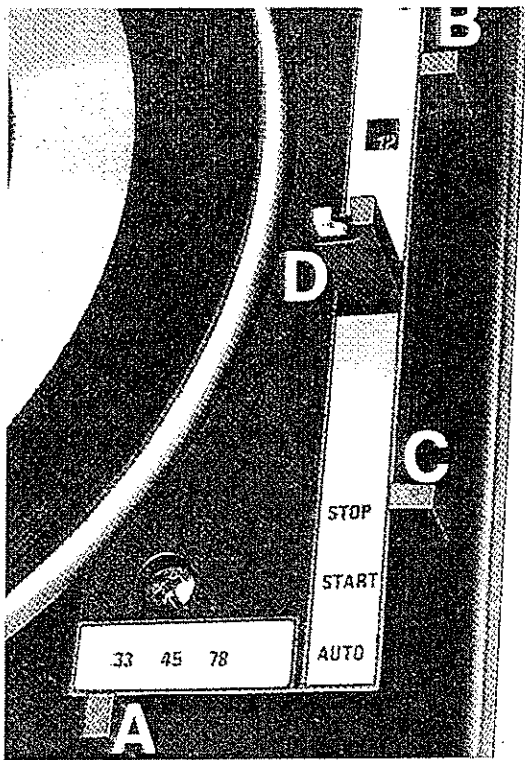
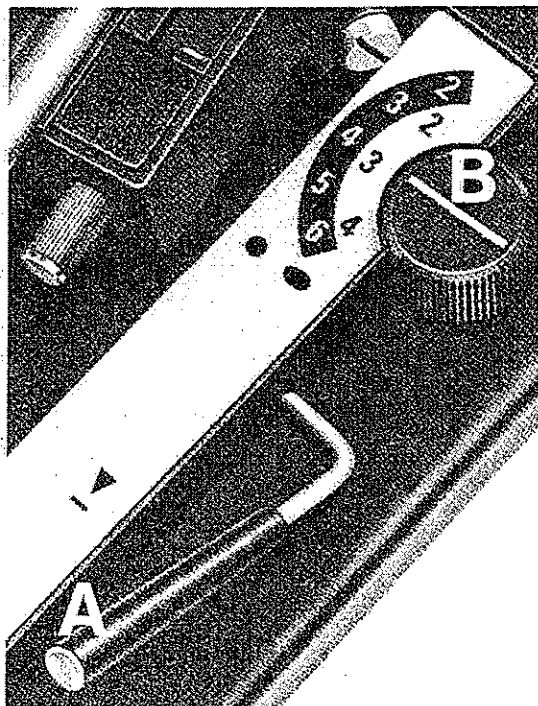

Fig. 1 CONTROL PANEL WITH AUTOMATIC PICK-UP LOCK
Fig. 2 CUEING LEVER AND BIAS COMPENSATOR
- (a) Move the speed control (Fig. 1, A) against the required speed.
- (b) Set record size selector (Fig. 1, B)
3. **To Start.** Move the starting lever (Fig. 1, C) to the AUTO position and hold there momentarily until the turntable revolves, then let it return gently to the START position.
5. **To Stop.** After playing the last record the unit will shut off automatically. If it becomes necessary to stop the unit during play, raise the cueing lever (Fig. 2, A) and move the pick-up arm above the pick-up rest (Fig. 1, D), lower the cueing lever and move the starting lever to the STOP position.
NOTE: To interrupt the record, raise the cueing lever (Fig. 2, A) to lift the pick-up arm. When the cueing lever is lowered, the pick-up will descend to the record and resume playing in the same groove.
(a) Amener le réglage de vitesse (Fig. 1, A) en face de la vitesse désirée.
(b) Régler le sélecteur de diamètre de disque (Fig. 1, B).
3. **Pour mettre en marche.** Amener le levier de mise en marche (Fig. 1, C) à la position AUTO et l'y maintenir momentanément, jusqu'à ce que la platine tourne, puis le laisser retourner doucement à la position START.
5. **Pour arrêter.** Après avoir joué le dernier disque, l'appareil s'arrêtera automatiquement. S'il devient nécessaire d'arrêter l'appareil pendant le jeu, pousser le lève bras (Fig. 2, A) et amener le bras de pick-up au dessus du repose bras (Fig. 1, D), abaisser le lève bras et amener le levier de mise en marche à la position STOP.
NOTE: Pour interrompre le disque, soulever le levier (Fig. 2, A) de bras pour soulever le bras de pick-up. Lorsque le levier de bras est abaissé, le pick-up descend sur le disque et recommence à jouer celui-ci à partir du même endroit.
2. **Système anti-skating.** Lorsque la force d'appui du saphir est déterminée, régler l'anti-skating au chiffre correspondant à cette force. Il est possible de régler le contrôle anti-skating (Fig. 2, B) entre les chiffres indiqués.
(a) Drehzahl-Wählhebel (Bild 1, A) auf die erforderliche Drehzahl stellen.
(b) Wählhebel für die Plattengröße (Bild 1, B) einstellen.
3. **Einschalten.** Betriebsarthebel (Bild 1, C) in Stellung AUTO (W) ziehen und dort kurz festhalten, bis sich der Plattenteller dreht, dann den Hebel langsam auf Stellung START (EIN) zurückkehren lassen.
4. **Sofortwechsel.** Das Abspielen einer Platte kann jederzeit unterbrochen werden, indem man den Betriebsarthebel in Stellung AUTO (W) zieht und langsam wieder in Stellung START (EIN) zurückkehren läßt.
5. **Ausschalten.** Nach dem Abspielen der letzten Platte schaltet das Gerät selbsttätig ab. Soll das Abschalten vorzeitig erfolgen, Aufsatzhebel (Bild 2, A) nach hinten führen und Tonarm über die Tonarmstütze (Bild 1, D) schwenken, Tonarm durch Vorziehen des Aufsatzhebels senken und Betriebsarthebel auf STOP (AUS) schalten.
ACHTUNG: Um das Abspielen einer Platte vorübergehend zu unterbrechen, den Aufsatzhebel (Bild 2, A) anheben und nach hinten umlagern, um den Tonarm abzuheben. Beim Vorziehen des Aufsatzhebels senkt sich der Tonarm dann wieder auf die Platte und setzt das Abspielen an derselben Stelle der Platte fort.